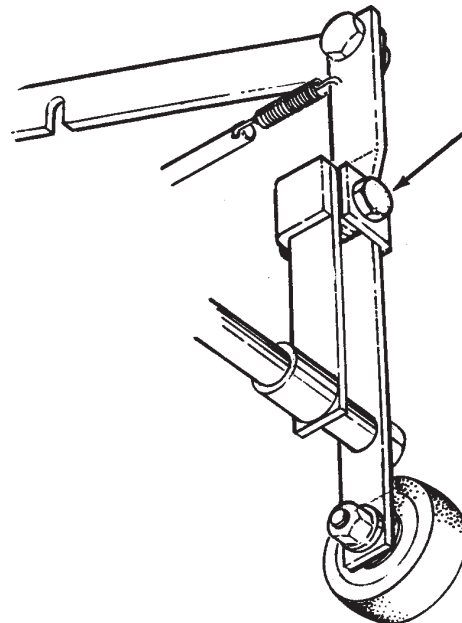

Figura 11
1. Ubique el tornillo de nivelación. Consulte la figura 11.
3. Afloje el tornillo de nivelación (afloje el resorte de nivelación) para un lijado más profundo del lado opuesto a las correas de transmisión. Figura 11